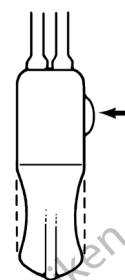

Figura 4-39. Premere il pulsante di disattivazione quando si avverte una leggera rientranza
3. Quando si avverte una leggera rientranza della pompa, premere il pulsante di disattivazione. (**Figura 4-39**)